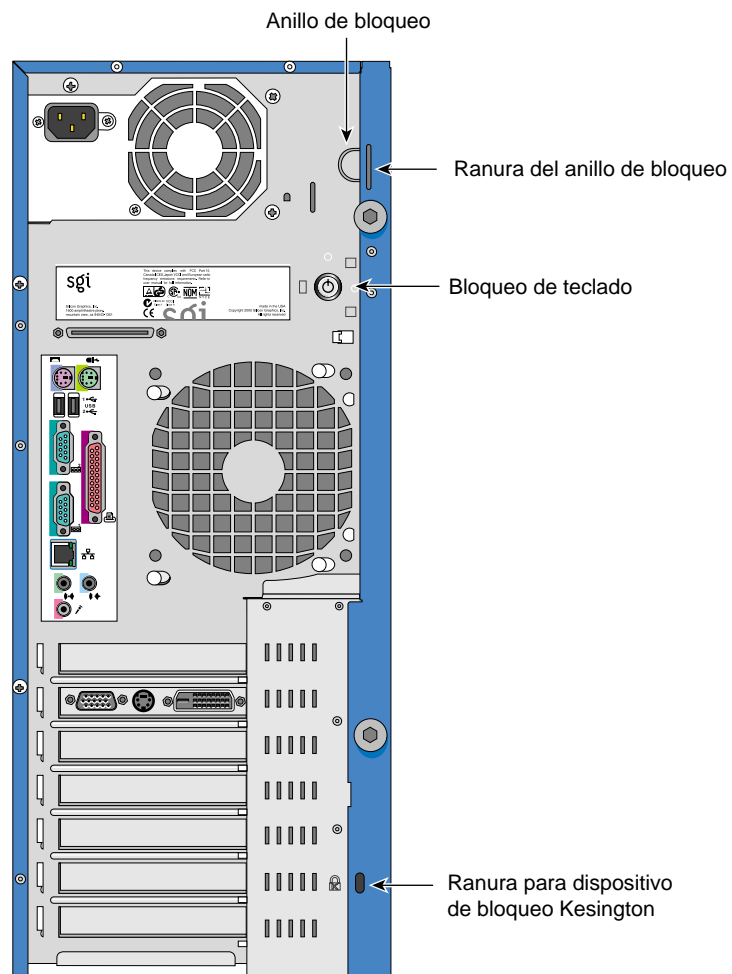

Figura 2-27 Posición del anillo de bloqueo
2. Localice el anillo de bloqueo. Consulte la posición en la Figura 2-27.
4. Localice la ranura orientada hacia la parte posterior del chasis. Consulte la posición de la ranura en la Figura 2-27.